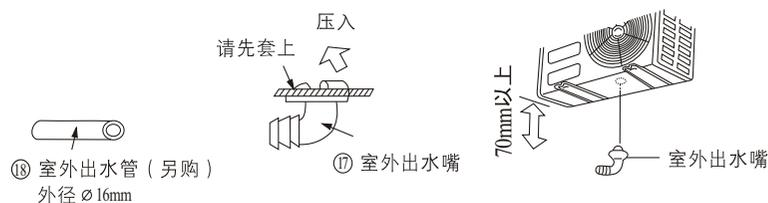

图31
- 2 欲利用出水孔将冷凝水导出时,请将机体在安装后沿换热器均匀地注入适量的水,观察底盘上三个出水孔的出水量。然后依图31所示将附件⑰室外出水嘴安装在出水量最多的孔中,再套上附件⑱室外出水管,使之朝向最合适的位置,最后用附件⑯出水孔闷堵将其余两孔堵住。